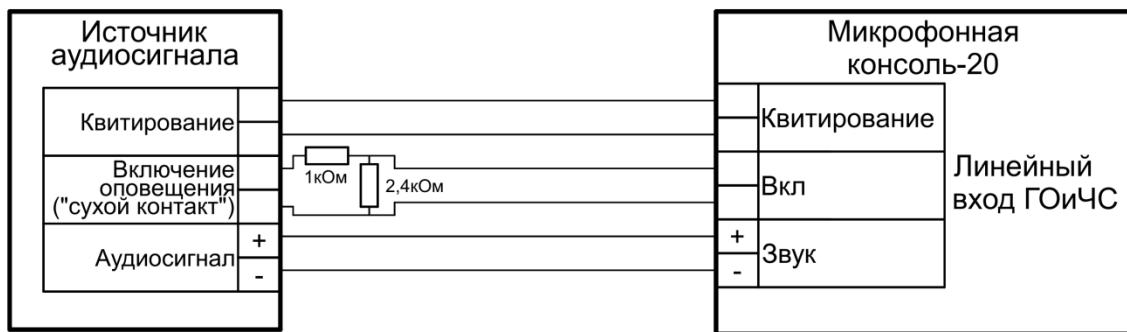

Рисунок 1.4.2. Схема подключения источника сигнала ГОиЧС.
1.4.8.3 Линейный вход ГОиЧС предназначен для приема внешнего сигнала оповещения о чрезвычайных ситуациях, рассчитан на подключение слаботочного источника звукового сигнала с линейным выходом и предполагает его размещение вблизи консоли. Схема подключения входа приведена далее (Рисунок 1.4.2).
Трансляция оповещения с линейного входа ГОиЧС происходит при появлении сигнала запуска на входе «Вкл.». Сигнал со входа «Звук» начинает передаваться на блоки «Рупор-300», а на выходе «Квитирование» появляется сигнал подтверждения запуска оповещения. Консоль обеспечивает контроль целостности линии сигнала запуска оповещения (вход «Вкл.») подключением резисторов в соответствии со схемой (Рисунок 1.4.2). Резисторы должны располагаться максимально близко к контактам источника сигнала. Отклонение номинала резисторов не должно превышать $\pm 10\%$. Использование функций линейного входа ГОиЧС доступно только для консоли, работающей в режиме «Пожарная консоль» (подробнее в пункте 1.4.6).